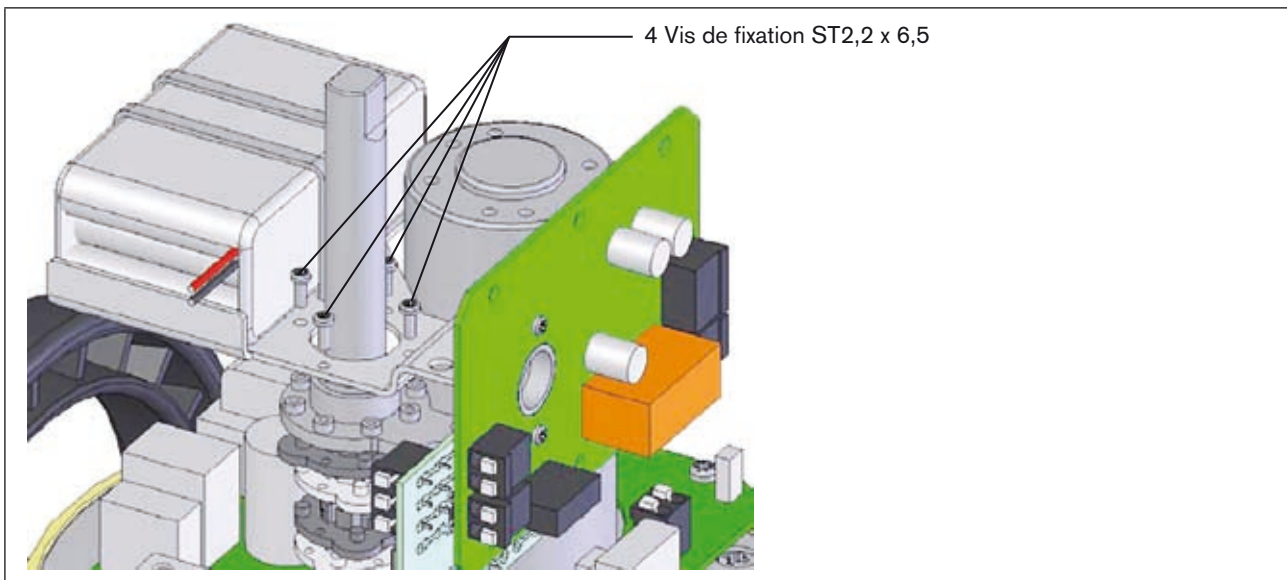

Figure 19 : Représentation : Montage du rappel de secours dans l'actionneur
- Fixez le bloc de sécurité de la variante à courant de secours sur le servomoteur au moyen de 4 vis (voir Figure 19 :).